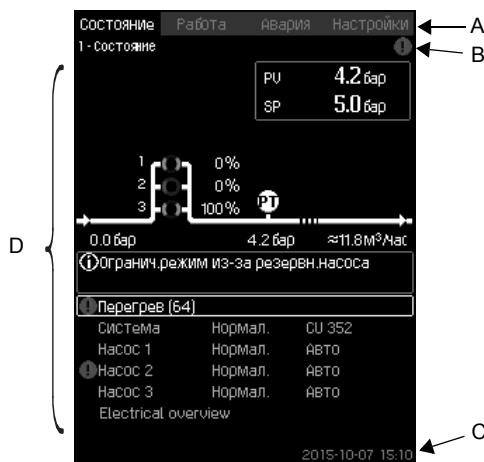

Рис. 5 Структура дисплея
Страна меню (A) представлена на рис. 5.
Верхняя строка (B) представлена на рис. 5. На рисунке показано следующее: